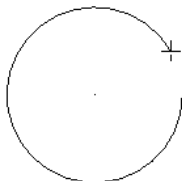

图 3.3.13 通过点为起始点
- 按钮：用于设置圆弧的通过点为圆弧的起始点，如图 3.3.13 所示。